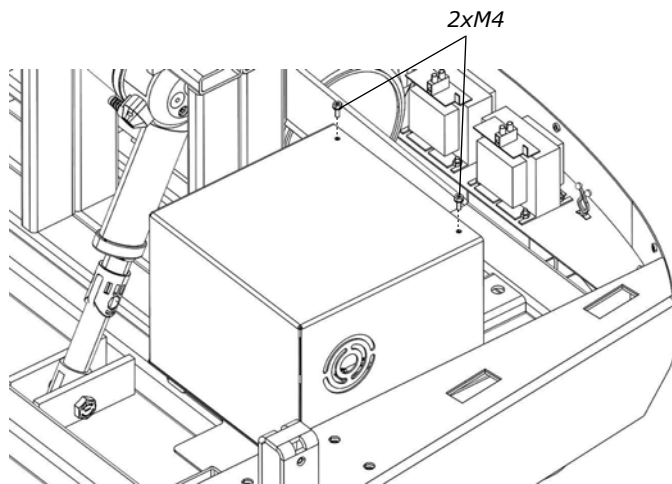

Fig: 1
2. Losas och ta bort de två skruvarna, se *fig: 1*